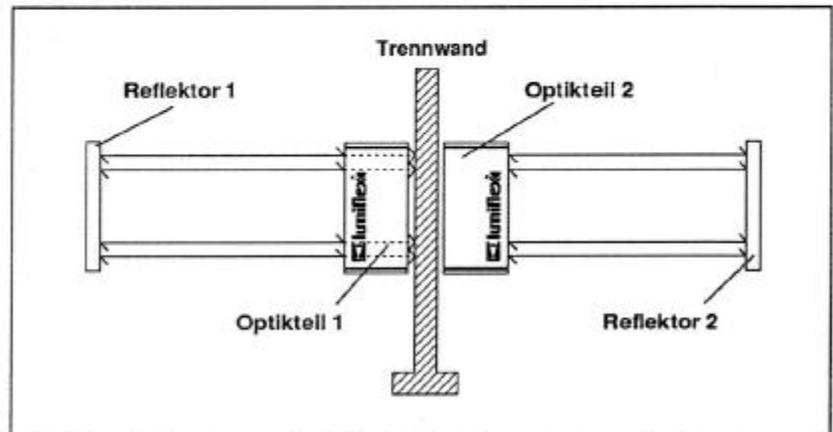

Abbildung 7-6 Montage in Reihe zur Absicherung von sehr breiten Bereichen
- 7.1.4 Hinweise zur Kombination von REFLEX-Sicherheits-Lichtvorhängen muß eine gegenseitige Beeinflussung ausgeschlossen sein (Abbildung 7-6, 7-7).